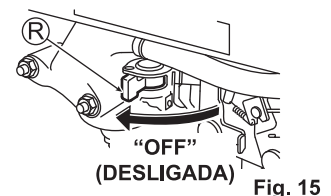

Fig. 15
3. Coloque a torneira de combustível (R) em "OFF" (DESLIGADA). (Veja a fig. 15)